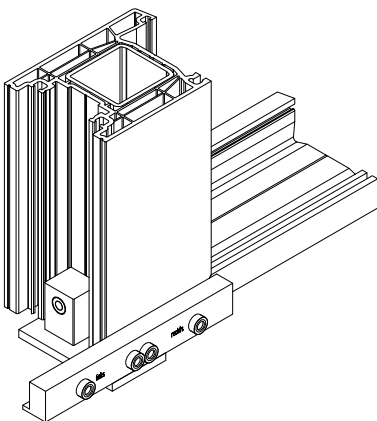

Abb.6 Bohrlehre T056
- Setzen Sie die Bohrlehre **T056** unten auf das Pfostenprofil (Abb. 6).